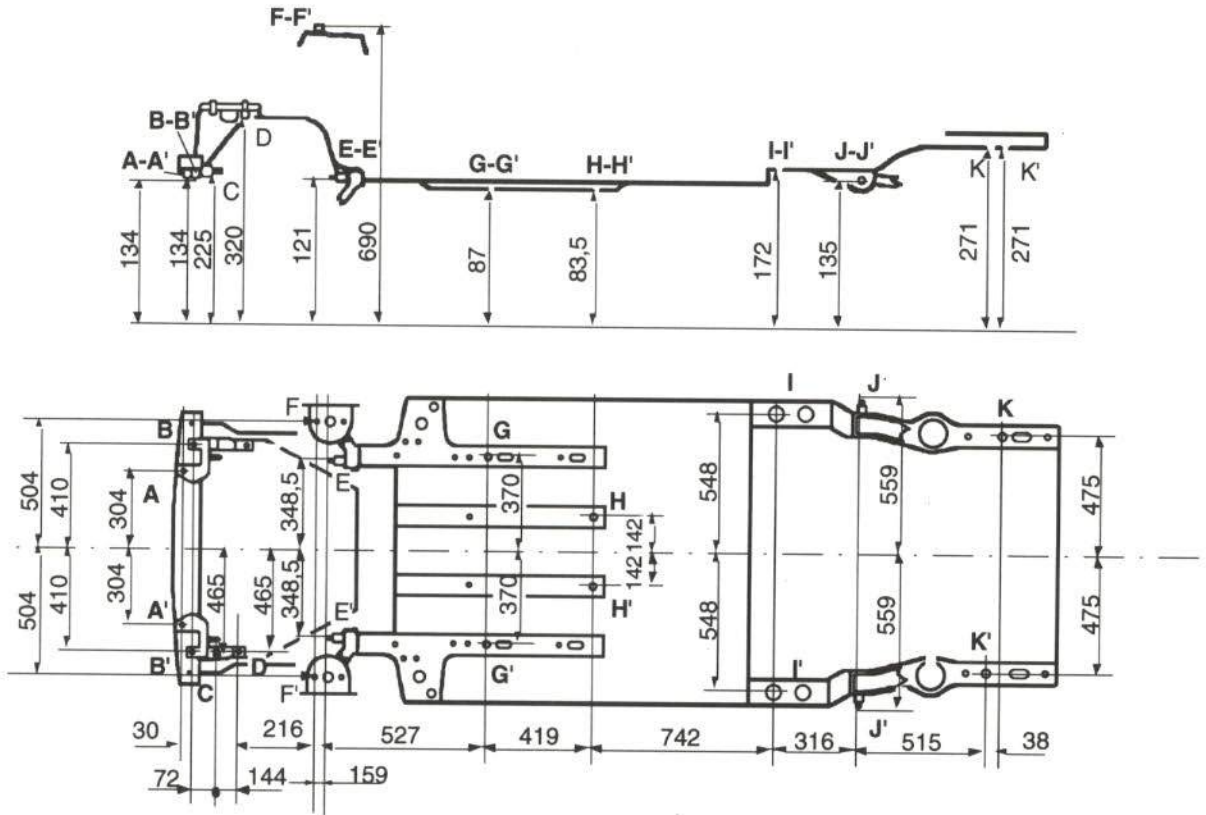

**Figura 2.-** Placa del constructor
- La **placa del constructor** se encuentra situada en el frente delantero bajo el capó motor (figura 2).